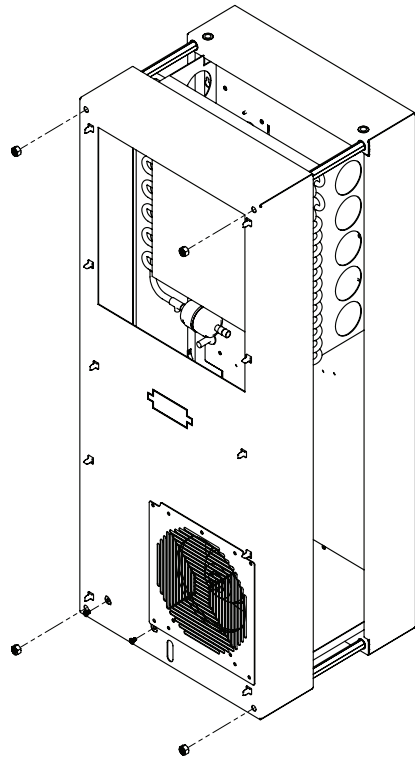

Abbildung 4
4. Entfernen Sie die vier Muttern an der Frontplatte und ziehen Sie die Platte ungefähr 5 cm heraus (siehe Abbildung 4 auf Seite 9).